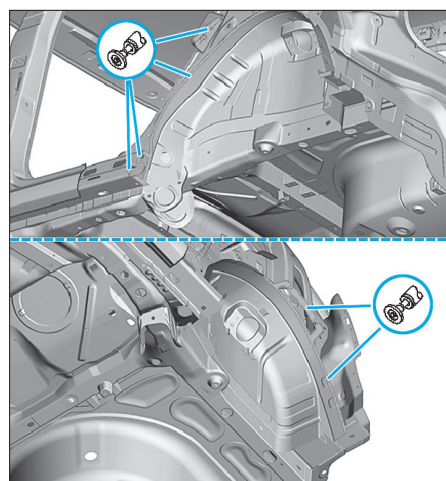

FIG. 120
- Retirer les morceaux de tôle restants (Fig.120).